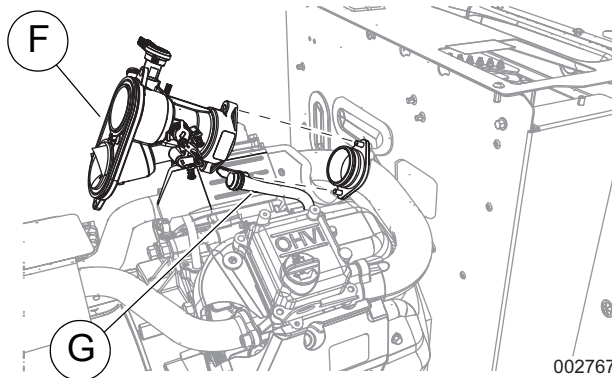

Figura 9. Desconexión del mezclador
4. Vea la **Figura 9**. Desconecte y retire el mezclador (F) para exponer la manguera del respiradero (G).